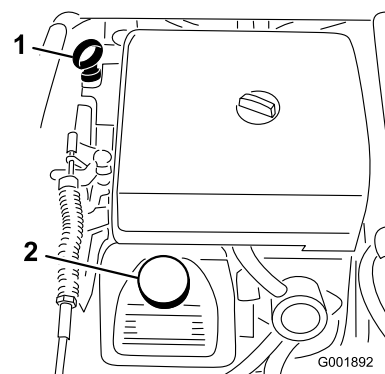

Figura 46
2. Togliete l'asta di livello ed asciugatela con un panno pulito (Figura 46). Inserite l'asta nel tubo e verificate che sia inserita a fondo. Rimuovete l'asta e controllate il livello dell'olio.
3. Se il livello dell'olio è basso, togliete il tappo di rifornimento dal coperchio della valvola (Figura 46)
8. Versate lentamente circa l'80% della quantità indicata d'olio nel bocchettone di rifornimento (Figura 46).